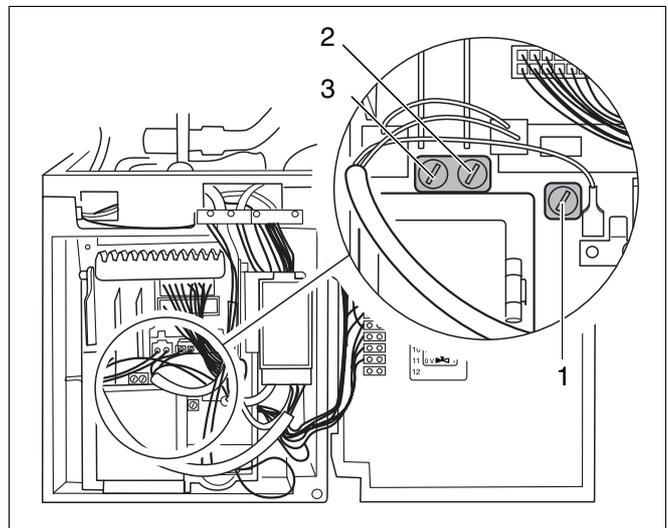

Fig. 60 Controllare i fusibili per bassa tensione
- Verificare la continuità dei fusibili (fig. 60) o eseguire un controllo visivo. In caso di guasti, sostituirli con nuovi fusibili 1,25 AT.